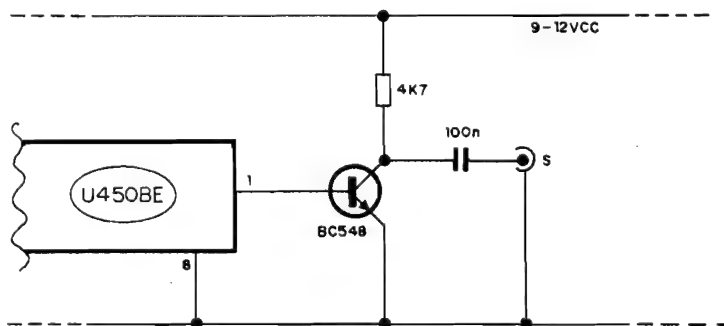

Fig.7
- FIG. 7 - "PUXANDO" O SINAL DA SITTOC PARA EVENTUAL AMPLIFICAÇÃO "BRAVA"... - Ainda quanto a eventuais adaptações/modificações na Saída da SITTOC, é possível (ver diagrama) extrair o sinal em nível, impedância e características apropriadas para excitação da Entrada de um Amplificador de Potência qualquer... No caso, mantém-se apenas o